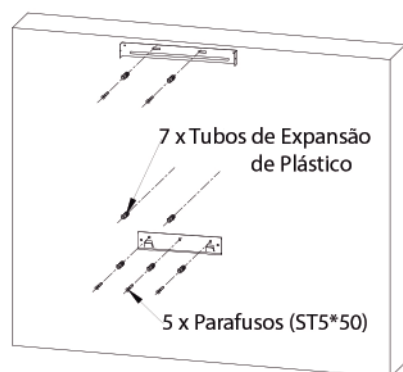

Fig.4
- Fixar o suporte de instalação e o suporte de instalação da chaminé de extensão. Instalar os tubos de expansão de plástico do suporte de instalação da chaminé na parede (fig.4).